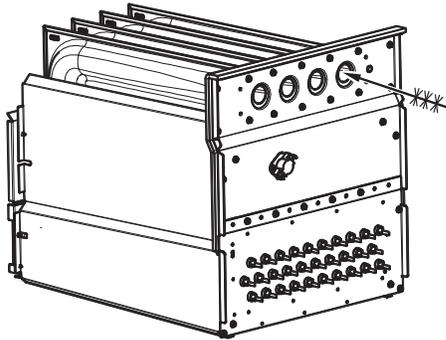

Fig. 71 – Nettoyage de la cellule de l'échangeur thermique
- Nettoyez les ouvertures de l'échangeur thermique à l'aide d'un aspirateur et d'une brosse douce. Consultez la Fig. 71.